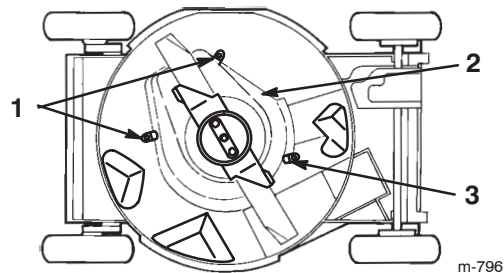

Bild 30
6. Lockern Sie die Nasen, mit denen die BBC-Abdeckung am Mähwerk befestigt ist, indem Sie die Muttern oder Schrauben an den Nasen lockern (Bild 30). Drehen Sie die Nasen um 180°, um sie aus dem Weg zu schwenken.